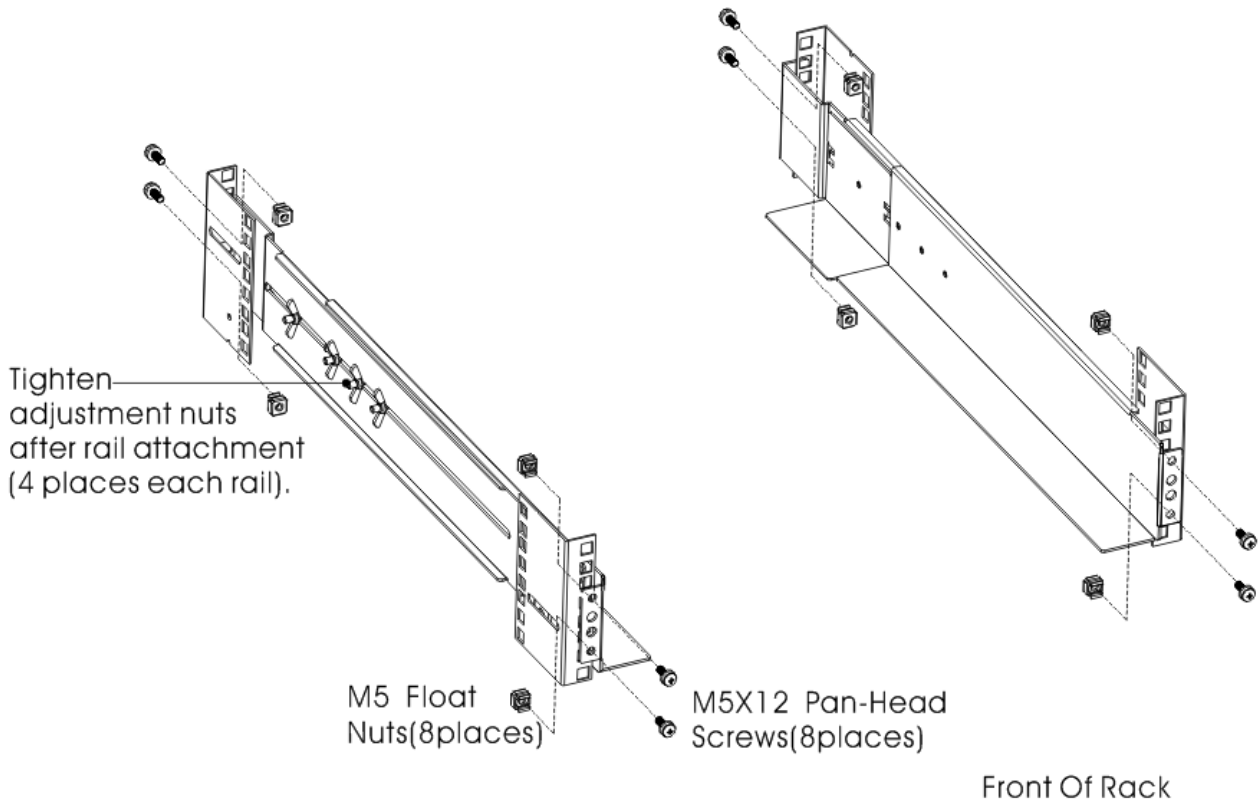

Abb. 3 Befestigung der Gleitschienen
2. Wählen Sie die richtige Höhe im Rack zum Platzieren der USV (siehe Abb. 3). Die Gleitschiene belegt vier Stellen auf der Vorder- und auf der Rückseite des Racks.